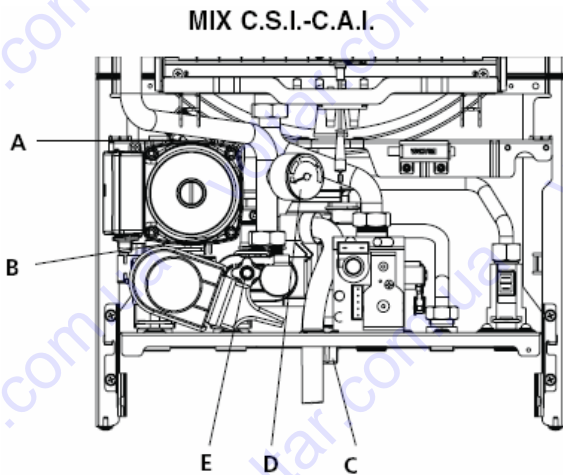

Рис. 22
- отвинтите на два три оборота крышку автовоздушника (А, рис. 22 и 23);
- откройте кран подпитки С (внутри котла для моделей MIX C.S.I. – C.A.I., внешний для MIX R.S.I. – R.A.I.) и держите его открытым, пока давление на манометре D не достигнет значения от 1 до 1,5 бар (голубая зона) (рис. 22 и 23).
**ЗАМЕЧАНИЕ (только для MIX C.S.I. – C.A.I.):** даже если на котле стоит полуавтоматический клапан подпитки, первое заполнение системы водой должно быть выполнено с использованием ручного крана подпитки С (рис. 22).
- присоедините трубку, входящую в комплект поставки, к сливному клапану котла (Е, рис. 22 и 23);